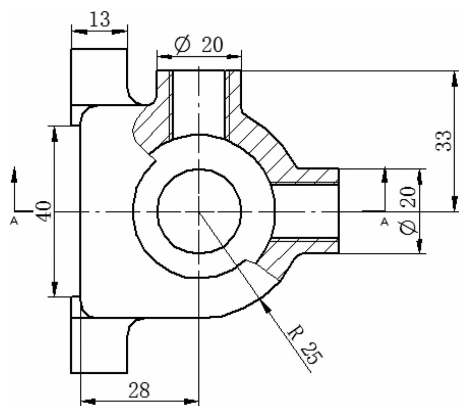

图 9-233 标注俯视图圆孔尺寸
(7) 俯视图标注两个 $\Phi 20$ 尺寸，如图 9-233 所示。